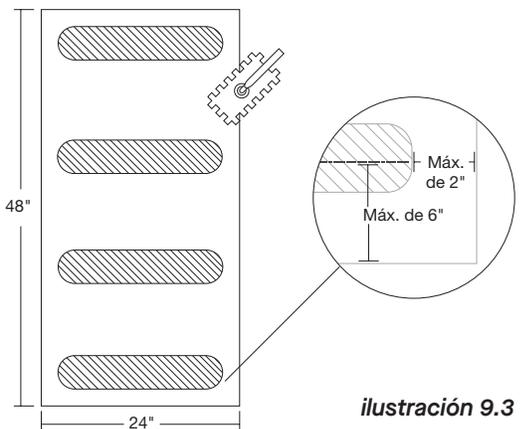

ilustración 9.3
- Sus líneas de adhesivo deben ser de 20" de largo y 4" de ancho (*ilustración 9.3*).